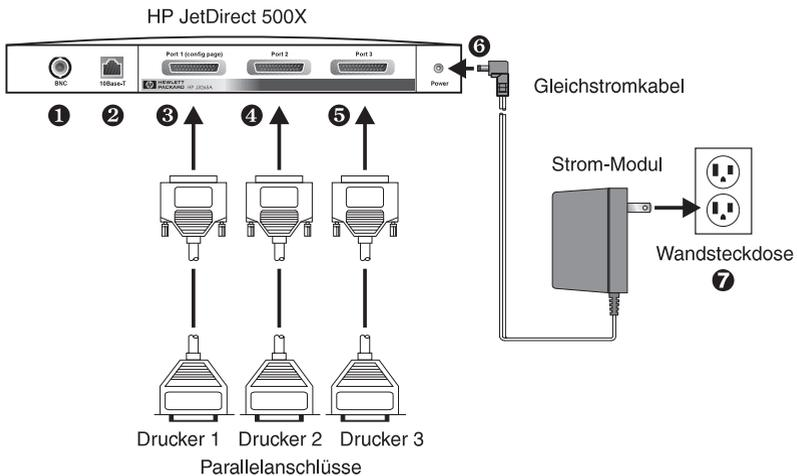

Abbildung 2.2 Hardwareanschlüsse unter Verwendung eines amerikanischen Strom-Moduls für den HP JetDirect J3265A Druckserver
In den folgenden Anweisungen beziehen sich die eingerahmten Zahlen auf die Zahlen in Abbildung 2.2. Der HP JetDirect 300X, 170X und der EX Plus besitzen einen Druckeranschluß ❸. Der HP JetDirect 500X Token Ring und der 300X besitzen keinen BNC-Anschluß ❶. Beim HP JetDirect 500X und dem 300X wird der RJ-45-Anschluß ❷ für den Betrieb mit entweder 10 oder 100 MBit/s verwendet. Der JetDirect 170X und der EX Plus3 besitzen keinen BNC-Anschluß ❶.
5. Schließen Sie den Druckserver an das Netzwerk an, ❶ oder ❷.
6. Schließen Sie den Druckserver an den/die Drucker an, ❸, ❹ und ❺.